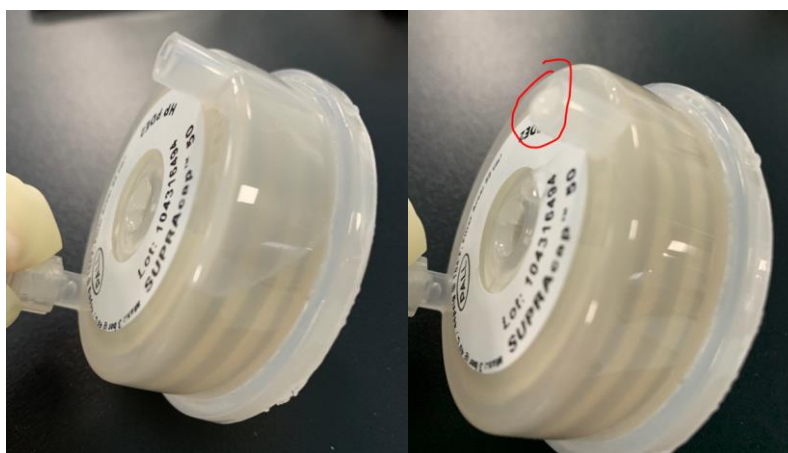

图 4 深层滤器排气
3.2.2 滤器排气: 系统连接好后, 将深层滤器的排气口打开, 进液端放入纯化水或注射用水中, 在 200-300 LMH 泵速下 (两级串联模式, 本参数均指第二级滤速), 为每级滤器进行排气操作, 如图 4 所示, 待有液体流出时, 关闭排气口即可。